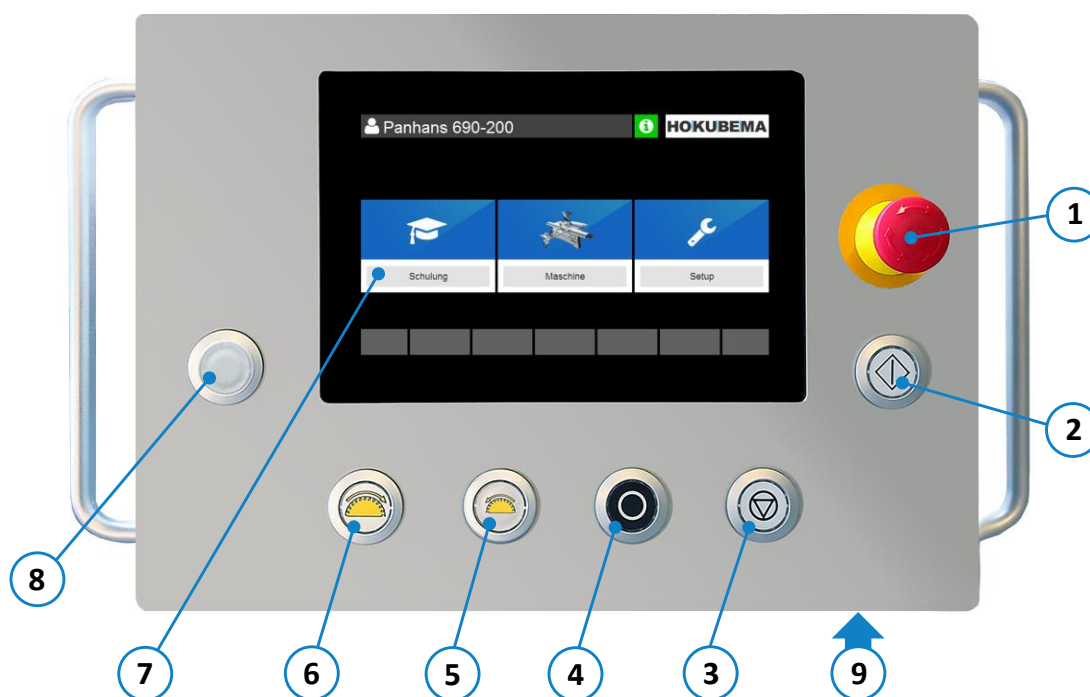

Figure 26 : éléments de commande
5. Le guide parallèle se positionne automatiquement après avoir appuyé sur le bouton de positionnement (2) (voir ⇒ Figure 26).